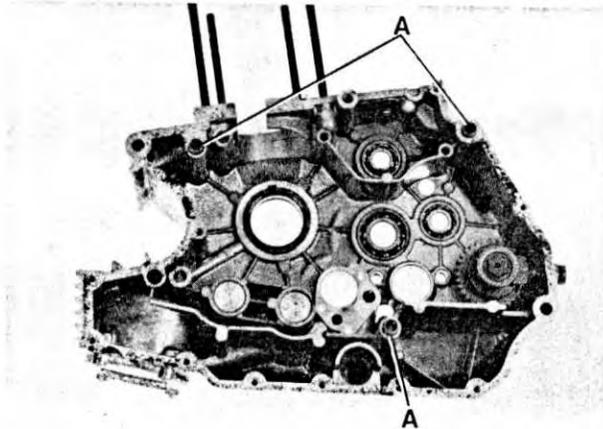

Fig. 147
**ATTENZIONE!** Tra i due semicarter, oltre alla guarnizione, devono trovarsi tre boccoline di riferimento (A - fig. 147) e due anellini di gomma (O-Ring).
**CAUTION!** Between the crankcases there are three dowels (A - fig. 147) and two O-rings.